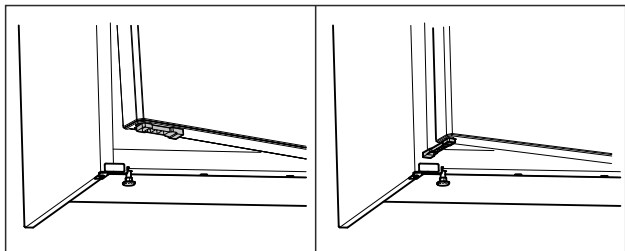

Fig. 67 *
- ▶ Otočte omezovač otevření dvířek o 90°. (viz Fig. 67) *